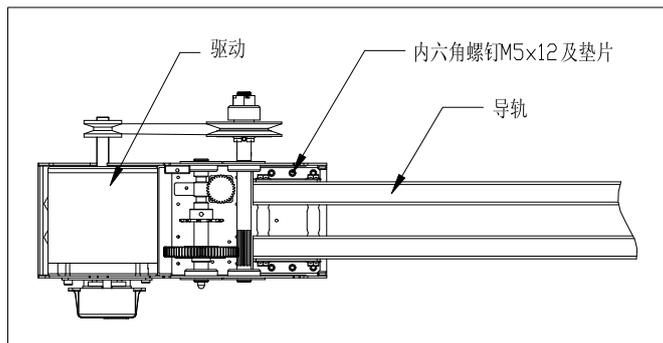

图 5
3. 拆下驱动部件上盖，将开门机驱动部件与导轨部件用内六角螺钉连接，如图 5。